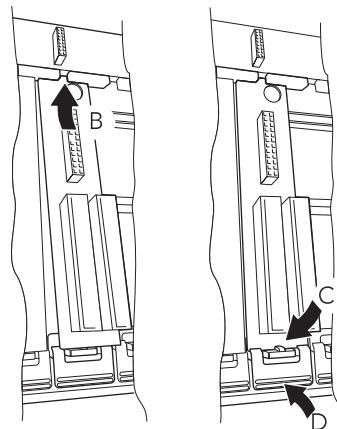

Figura 4 Instalación y desinstalación de la unidad de terminal
1. Inserte la pestaña en la parte superior de la placa de circuito impreso de la unidad de terminal en la ranura correspondiente de la unidad base (acción «B» en Figura 4).